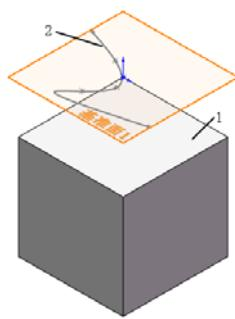
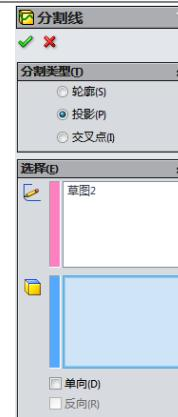

图 6-31 等轴测视图
图 6-32 “分割线”属性管理器
**07** 设置视图方向。单击“前导视图”工具栏中的“等轴测”图标 $\text{A}$ ，将视图以等轴测方向显示，结果如图 6-31 所示。
**09** 设置属性管理器。在属性管理器中的“分割类型”一栏中，点选“投影”选项；在“要投影的草图”一栏中选择图 6-31 中的草图 2，在“要分割的面”一栏中，选择图 6-31 中的面 1，其他设置参考图 6-32 所示。